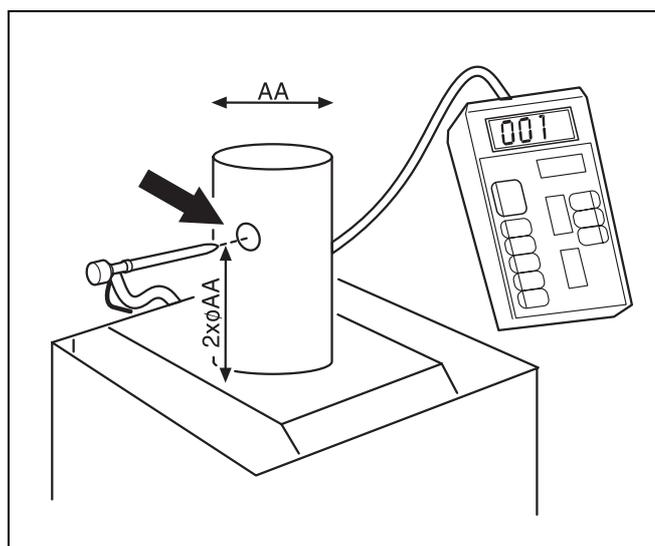

Fig. 33 Punto di misura al tubo di scarico
- Praticare un foro nel tubo di scarico, alla distanza di ca. 2 x ØAA (attacco di scarico) nella parte anteriore del collegamento. (fig. 33).